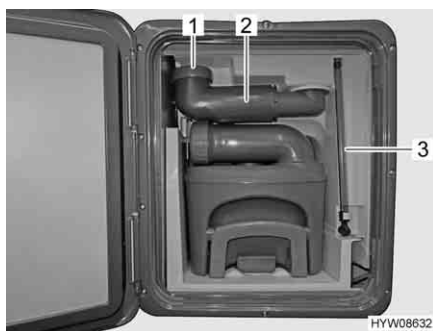

Fig. 117 Serbatoio fecale
- Controllare il livello dell'acqua nel tubo di riflusso (Fig. 117,3). Il livello dell'acqua nel tubo di riflusso corrisponde al livello dell'acqua nella cassetta dell'acqua di risciacquo.
- Ruotare verso l'esterno il bocchettone di riempimento (Fig. 117,2).
- Svitare il coperchio (Fig. 117,1).
- Sganciare il tubo di riflusso (Fig. 117,3) e ruotarlo verso il basso.